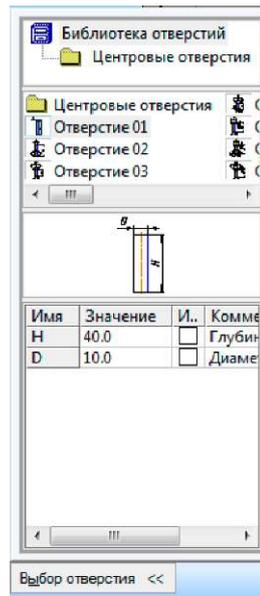

Рисунок 11 - Диалоговое окно выбора отверстия и задания его параметров
- выбрать тип отверстия в окне **Выбор отверстия** и задать соответствующие параметры отверстия (рисунок 11);